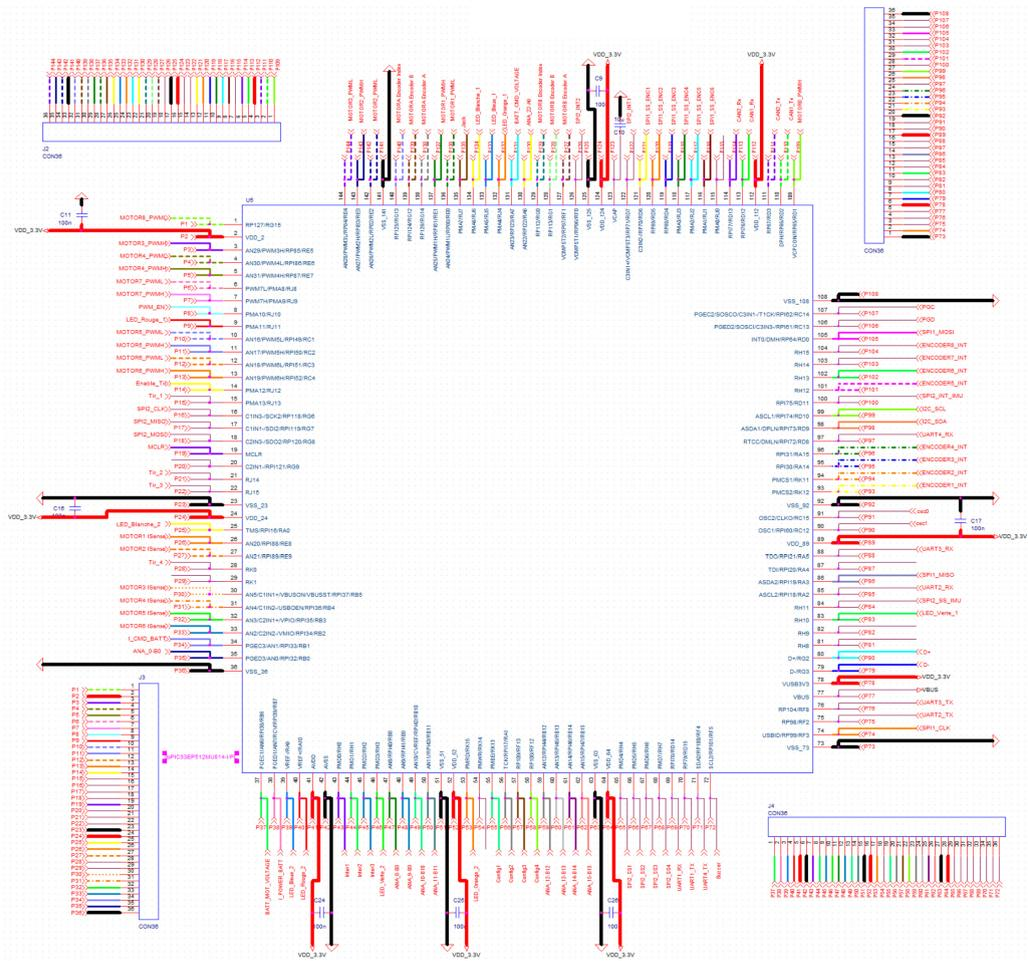

FIGURE 4 – Schéma du câblage microcontrôleur de la carte électronique des robots
⇒ Vérifier que la configuration correspond bien au schéma électronique de connexion du *dsPIC* (fig. 4) pour chacune des LED.
- ⇒ A présent, à vous d'ajouter les 5 autres LEDs situées de l'autre côté des entrées capteur à votre projet. Pour cela il vous faut modifier les fichiers *IO.c* et *IO.h* de votre projet et ajoutant les déclarations des LED, leur configuration en sortie et l'appel de leur allumage dans le *main*. Vous trouverez les numéros de pin de chacune des LED à rajouter sur le figure 4 Validez avec le professeur.